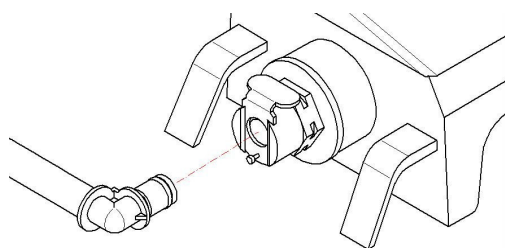

Fig. 1
6. Vergessen Sie nicht, **das Wasserrohr anzuschließen**, indem Sie es andrücken, bis ein „Klick“ zu hören ist (Abb. 1.)
- Damit das Entlüften und Kalibrieren vorgenommen werden kann, darf der Gipsbehälter zunächst noch nicht eingesetzt werden. Montieren Sie nur den kleinen, mit Flüssigkeit gefüllten Behälter. Vergewissern Sie sich, dass das Wasserrohr korrekt angeschlossen ist, indem Sie einen leichten Druck ausüben, bis ein „Klick“ zu hören ist (Abb. 1.)